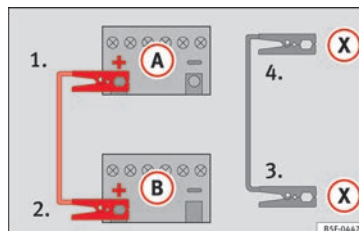

Fig. 79 Schéma de branchement pour les véhicules équipés du système Start-Stop.
- Sur les véhicules avec système Start-Stop : raccordez une extrémité du câble d'urgence noir (X) à une borne de mise à la terre appropriée, à une pièce métallique massive vissée au bloc-moteur, ou au bloc-moteur lui-même » » » fig. 79.
5. Branchez l'autre extrémité du câble de démarrage noir (X), dans le véhicule avec la batterie déchargée à une pièce en métal massif vissée au carter-moteur ou directement au carter-moteur mais le plus loin possible de la batterie (A).